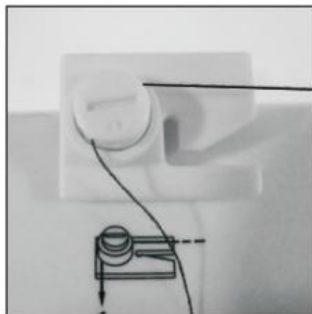

Fig. 12
2. Vedte nit přes napínací kotouč navíječe na horní straně stroje (Fig. 12).